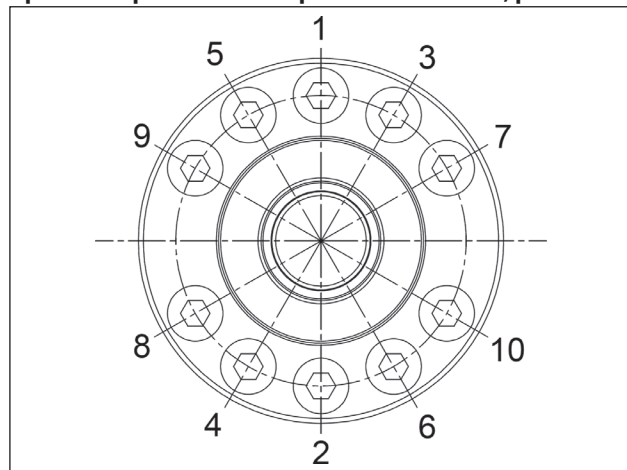

Fig. 132
** Os parafusos de fixação dos suportes do esquema Fig. 132 devem ser apertados em duas fases: